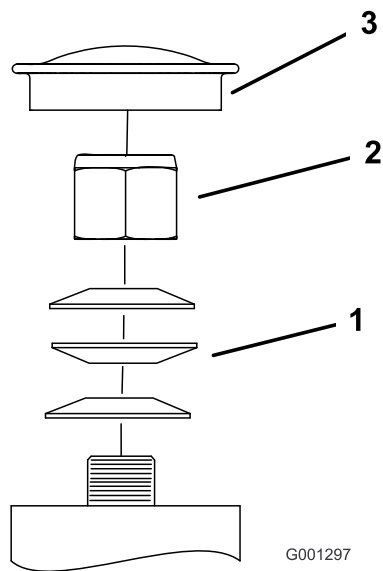

Figure 67
3. Retirez le capuchon protecteur de la roue pivotante et serrez le contre-écrou (Figure 67).
4. Continuez de serrer le contre-écrou jusqu'à ce que les rondelles élastiques soient aplaties, puis desserrez-le d'un quart de tour pour obtenir la précharge correcte des roulements (Figure 67).
5. Remettez le capuchon protecteur en place (Figure 67).
Important: Veillez à placer les rondelles élastiques comme montré à la Figure 67.